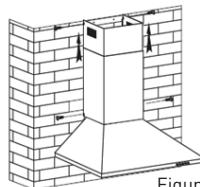

Figura 6
- Ajuste la altura de la chimenea interior respecto a la posición del soporte de chimenea interior y fíjela con los tornillos. Véase la figura 6.